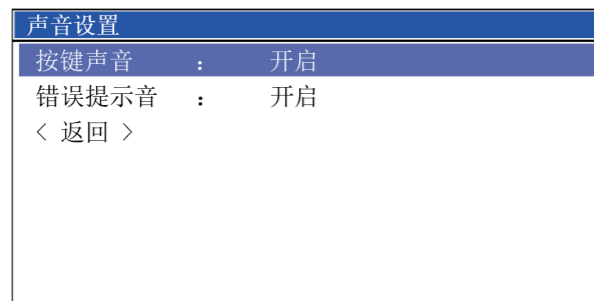

图6.6.6
- a:在系统设置菜单中选择<声音设置>项，按【确认】键打开声音设置对话框，如图6.6.6所示。